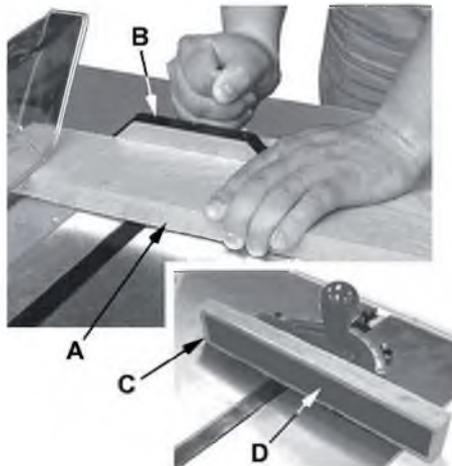

Рис. 32
- Поперечный распил – это распил, при котором обрабатываемая деталь (А, Рис. 32) подается поперек пильного диска при помощи инструмента для распила под углом (В, Рис. 32) для поддержки и правильного расположения детали.
- Для улучшения эффективности инструмента для распила под углом в операции поперечного распила, закрепите вспомогательную деревянную заготовку (С, Рис. 32) с приклеенной полосой шлифовальной бумаги (D, Рис. 32) к угловому измерителю.